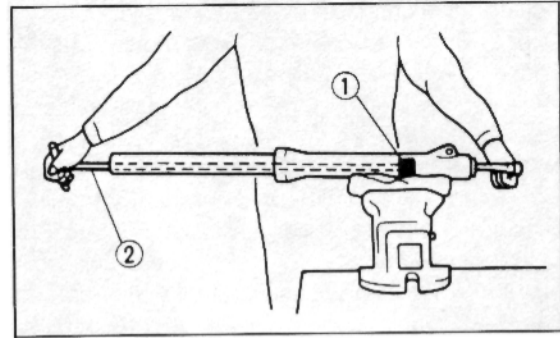

Bild 240
- Tauchrohr gut geschützt in Schraubstock spannen und Standrohr nach dem Ziehhammer-Prinzip samt Wellendichtring, Sitzring und Tauchrohr-Buchse ausziehen, siehe Bild 240.
- Tauchrohrbuchse, Sitzring, Wellendichtring, Sprengring und Staubdichtung wie in Bild 240 gezeigt anbringen.